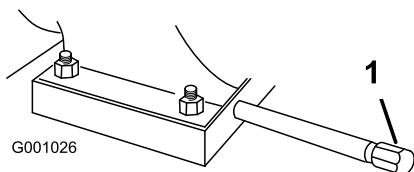

Figura 42
- Pulite l'area intorno al tappo di spurgo dell'olio (Figura 42).